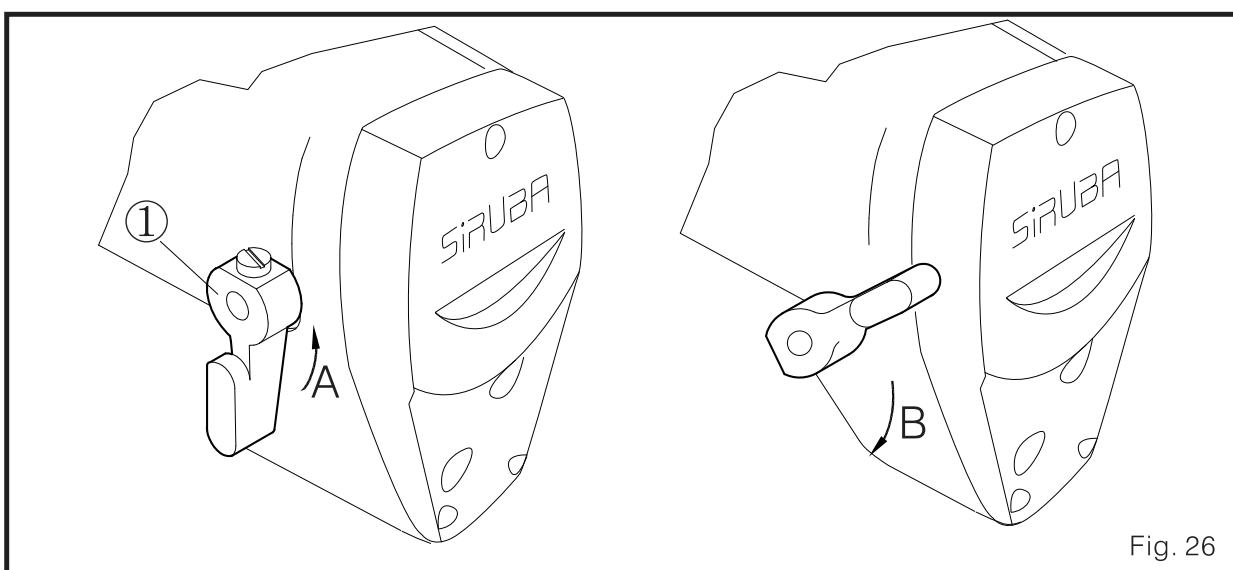

Fig. 26
1. Pare a máquina e gire a alavanca de elevação do calcador ① para cima (na direção A) para mantê-la. (Fig. 26)
2. O calcador será levantado até cerca de 5,5 mm e permanecerá nessa posição. Gire a alavanca do acionador manual ① para baixo (na direção B) para liberar o calcador em sua posição original.